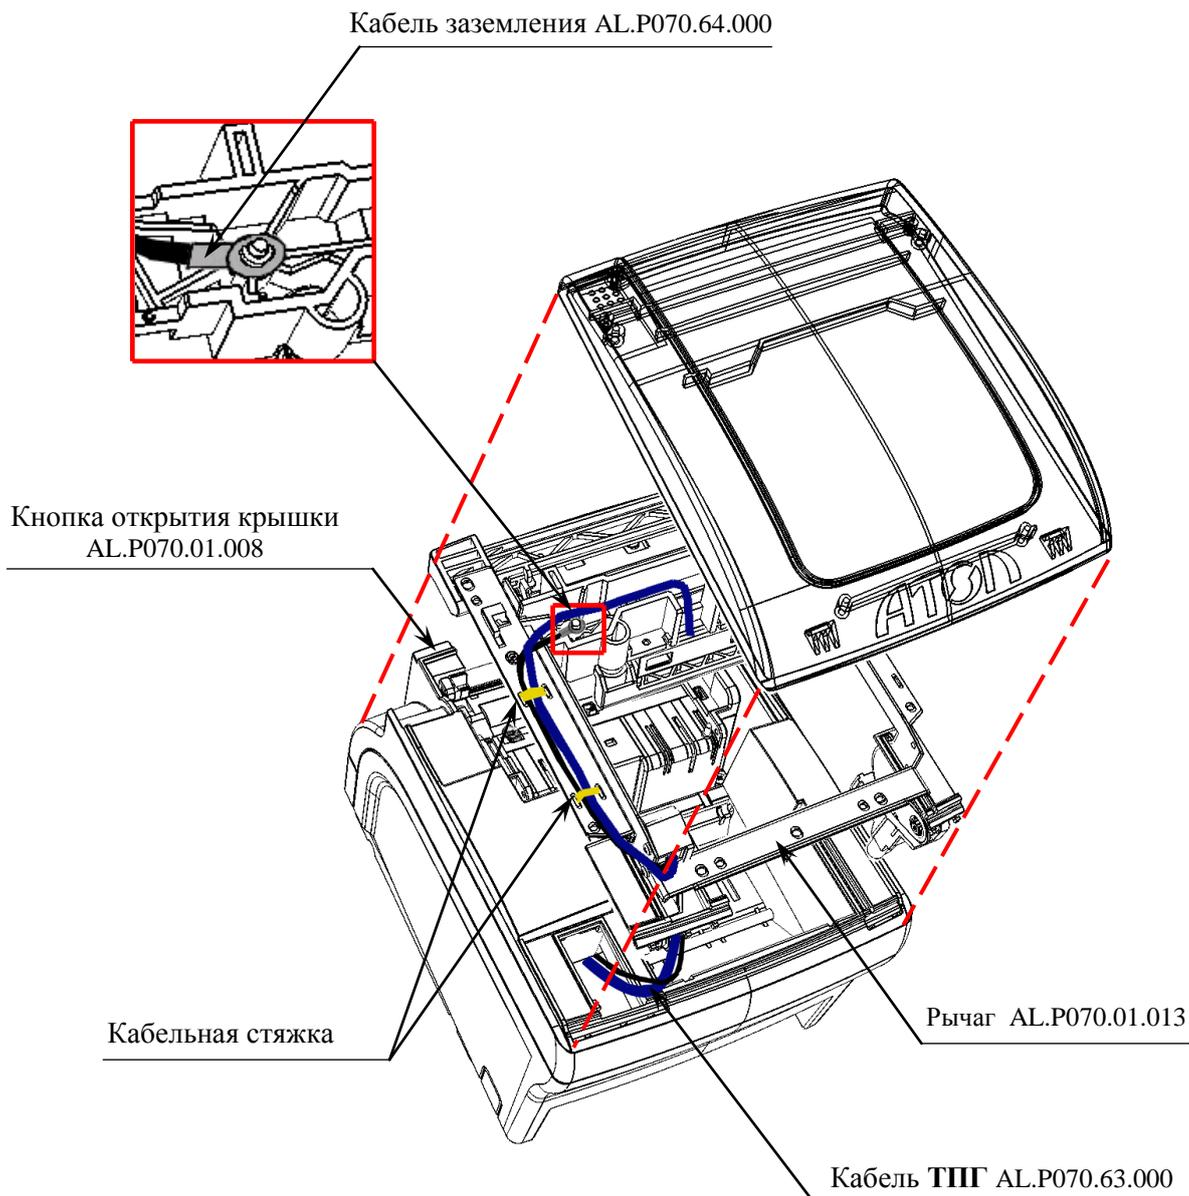

Рисунок 17. Расположение кабеля ТПГ и кабеля заземления в корпусе изделия.
Кабель для подключения ТПГ AL.P070.63.000 прокладывается в правой части крышки, под металлическим рычагом AL.P070.01.013, к которому крепится кабельной стяжкой (схема кабеля ТПГ представлена в «Альбоме схем» AL.P070.00.000 AC). Затем через проем протягивается в верхнюю часть корпуса к блоку управления (смотрите рисунок 17). Подключается к разъему **XP7** блока управления. Особенности подключения кабелей к блоку управления показаны на рисунке 22 на странице 28.
- **Кабель заземления AL.P070.64.000** одной клеммой фиксируется на основании **ТПГ** AL.P070.01.007 (подробнее смотрите рисунок 17). Второй клеммой крепится к блоку управления. Место установки второй клеммы кабеля заземления на блоке управления показано на рисунке 22 на странице 28.